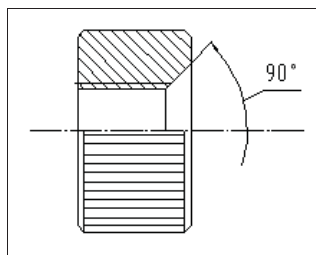

Рис. 12.33. Построение углового размера с обрывом
Угловой размер с обрывом ставится, когда разрез детали (симметричной относительно оси) выполнен только на одной ее половине (рис. 12.33).
- ◆ задайте точку начала полки для размерного числа. Линия-выноска должна начинаться приблизительно с середины размерной линии. После построения угловой размер с обрывом должен выглядеть так, как на рис. 12.33.